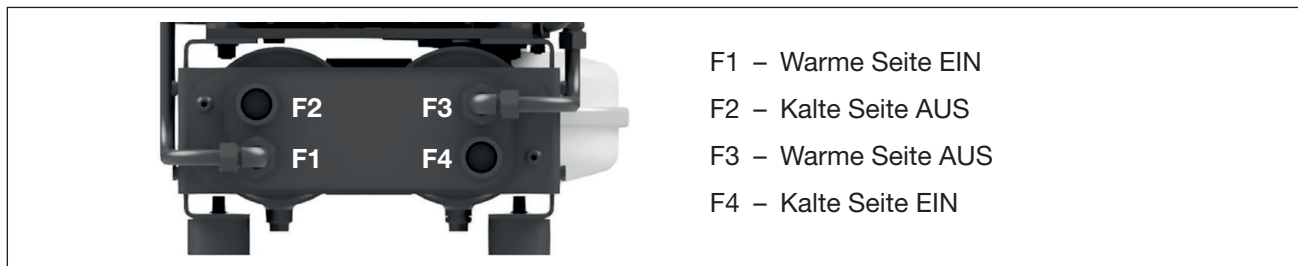

Abb. 12 Anschlüsse Plattenwärmetauscher
- Um Verschmutzungen vorzubeugen empfehlen wir, an den Medieneintritten (Abb. 12/F1 und F4) des Plattenwärmetauschers entsprechende Filter (Maschenweite max. 0,1 mm) zu installieren.
- a) Plattenwärmetauscher entsprechend Anschlusschema (Abb. 12) an den Kühlkreislauf anschließen.